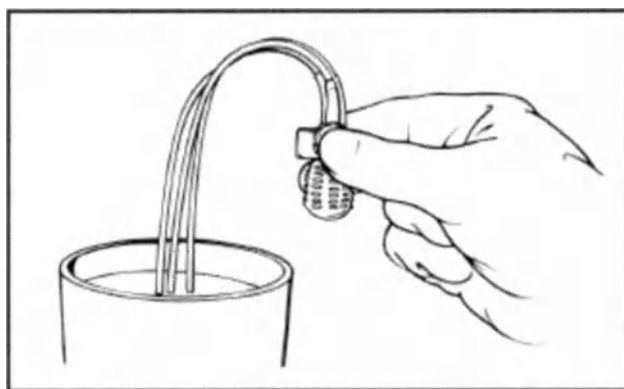

Рис. 23. Нажать кнопку для сдувания и отпустить.
2. Погрузить три конца трубки помпы в стерильный физиологический раствор (рис. 23).
4. Нажать кнопку сдувания 1 раз и отпустить (рис. 23).